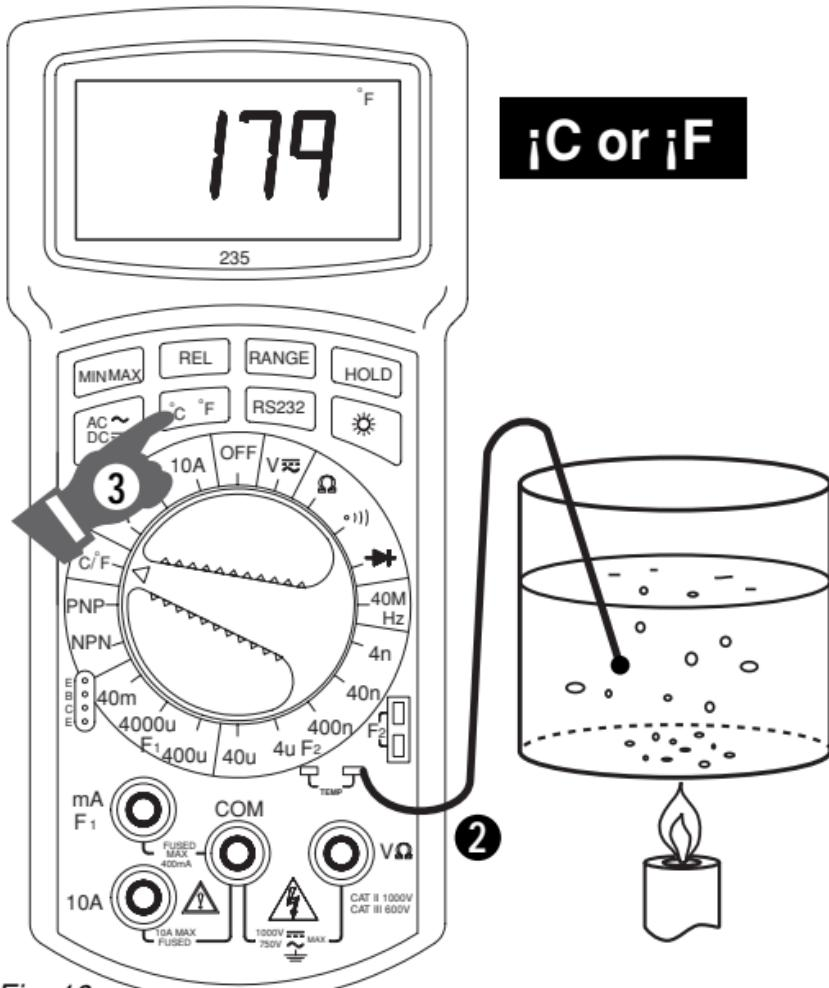

Fig. 10
TEMPERATURE (See Fig. 10)
The K-Type thermocouple jack can be used to connect any K-Type temperature probe to read temperature in Centigrade or Fahrenheit. See Wavetek Meterman's Test Tool catalog for accessory probe handle and surface, air & liquid probes. ① Turn the range switch to the °C/°F position. ② Connect the beaded wire probe (supplied with the meter) as shown in the figure 10. ③ Use the °C/°F switch to change the reading between Centigrade and Fahrenheit. ④ Read the temperature in the LCD.
D • Temperaturmessung (siehe Fig. 10)
Mit dem Typ K Thermokuppel Eingang kann Temperatur in °C und °F gemessen werden. ① Stellen Sie den Funktionsschalter auf °C/°F. ② Verbinden Sie den mitgelieferten, geperlten Thermokuppelleiter gemäß Fig. 10. ③ Drücken Sie die °C/°F Taste um °C oder °F zu wählen (°C oder °F in der Anzeige). ④ Temperaturwert ablesen.
F • Mesure de Température (voir Fig. 10)
Avec l'entrée pour thermocouples de type K vous pouvez mesurer la température en °C ou en °F. ① Placez le sélecteur de fonctions en position °C/°F. ② Connectez le câble thermocouple fourni comme indiqué en figure 10. ③ Pressez la touche °C/°F pour afficher °C ou °F. ④ Lisez la valeur de température sur l'afficheur.